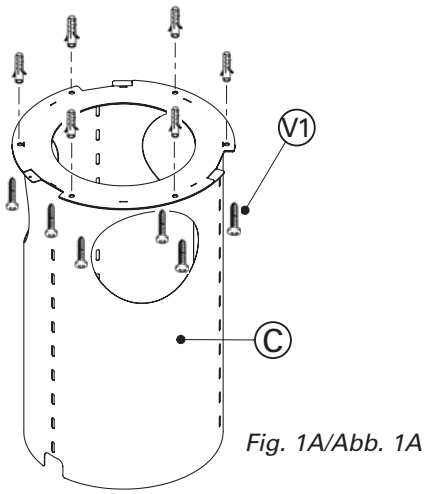

Fig. 1A/Abb. 1A
- 2) Fissare il traliccio superiore (C) al soffitto utilizzando 6 fischer da \varnothing 8 e relative viti (V1) in dotazione (fig.1A).
- 2) Fasten the iron framework (C) to the ceiling using the six \varnothing 8 expansion plugs and relative screws (V1) (fig. 1A).
- 2) Das obere Fachwerk (C) mit Hilfe von 6 Expansionsdübeln mit \varnothing 8 und den entsprechenden mitgelieferten Schrauben (V1) an der Decke befestigen (Abb. 1A).